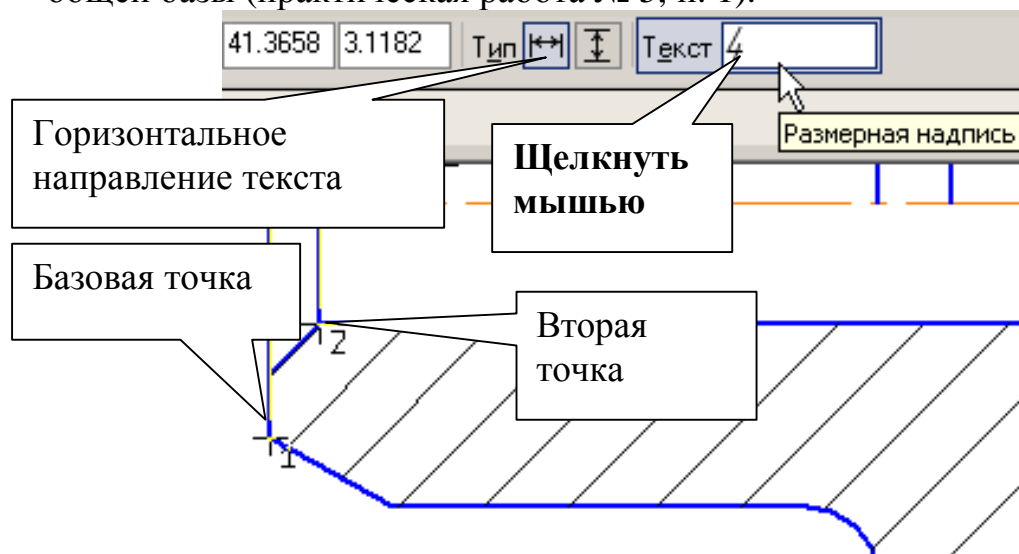
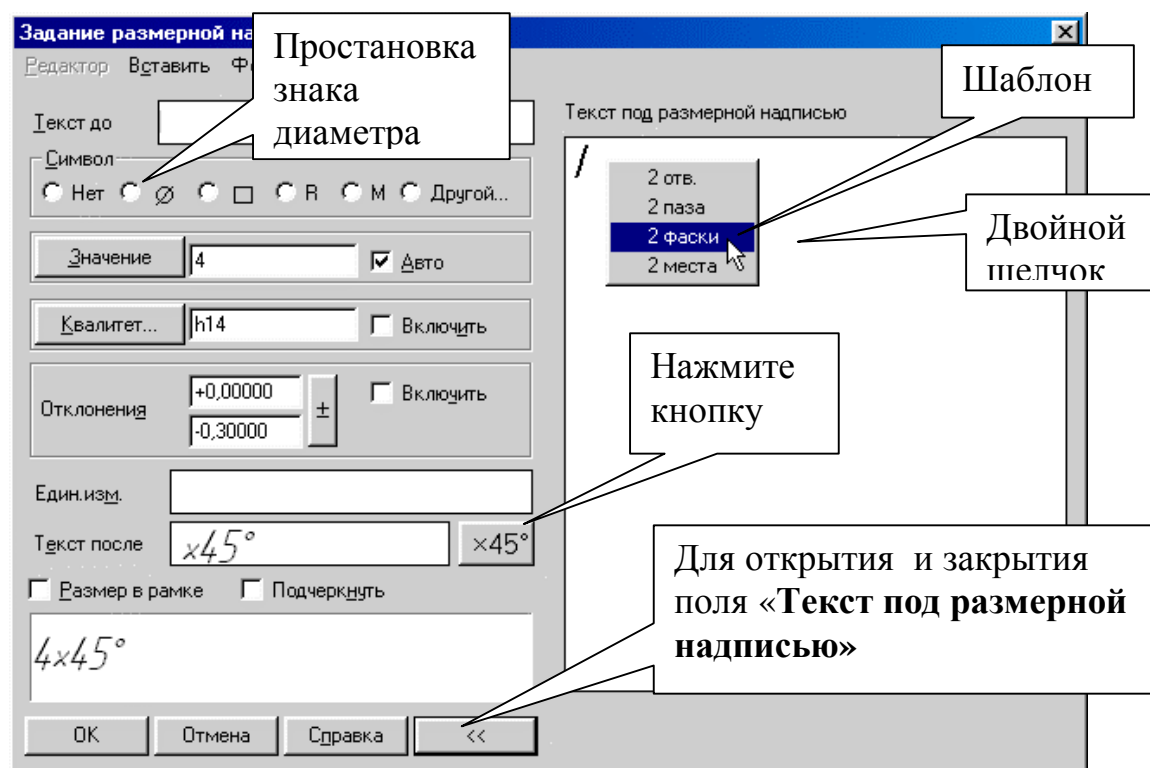
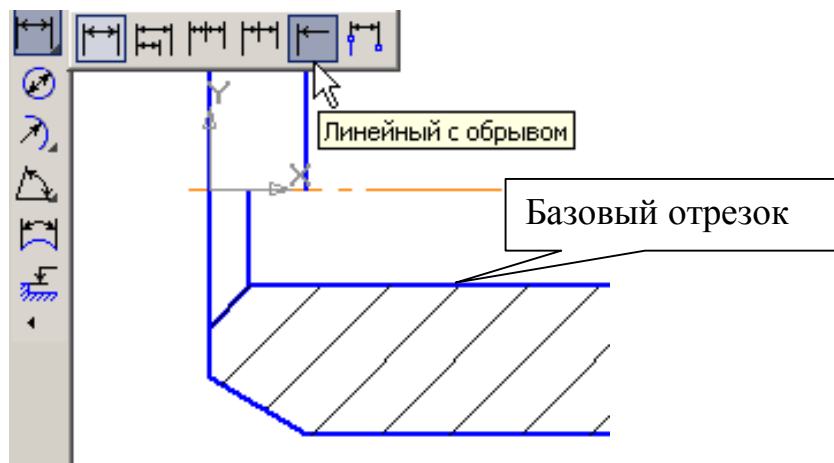
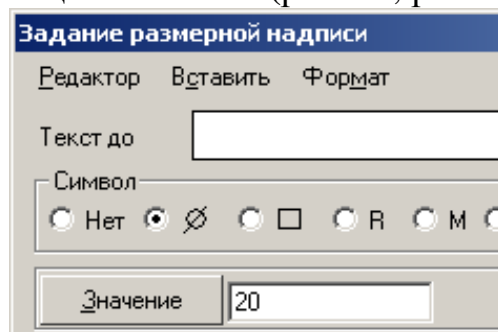

Рис. 77
Рис. 78
Рис. 82
Рис. 83
Для простановки данных размеров укажите точку общей базы (рис. 77), затем вторую точку, покажите направление простановки размера (горизонтальное), рис. 77. В поле текста размерной надписи система автоматически показала размер «4». Щелкните левой кнопкой мыши в поле текста размерной надписи (рис. 77), откроется окно, рис. 78. Нажмите кнопку [ $x45^\circ$ ] для оформления надписи « $4 \times 45^\circ$ », затем кнопку [OK]. Зафиксируйте положение размерной линии щелчком левой кнопки мыши и укажите следующие (вторые) точки, определяющие размеры «50» и «100», рис. 79.
- Проставьте размеры: «10», «16», «6», «6×45°» (2 фаски). Для этого выберите команду **Линейный размер** . Для простановки размера «6×45°» (2 фаски) укажите первую и вторую точки, определяющие размер катета, в поле текста размерной надписи система автоматически покажет размер «6». Щелкните левой кнопкой мыши в поле текста размерной надписи (рис. 77), откроется окно, рис. 78. Нажмите кнопку **[x45°]** для оформления надписи «6x45°». Для выполнения надписи «2 фаски» (текст под размерной надписью) откройте поле, предназначенное для выполнения текста под размерной надписью. Для этого нажмите на кнопку **[>]** и в открывшемся поле выполните двойной щелчок левой кнопкой мыши. Появятся шаблоны. Выберите из них необходимый шаблон: «2 фаски», щелкните на нем левой кнопкой мыши, затем кнопку **[OK]**. Зафиксируйте положение размерной линии щелчком левой кнопки мыши. Проставьте размеры «10», «6» самостоятельно. Для простановки
- Проставьте размеры: « $\varnothing 90$ », « $\varnothing 50$ » командой **Линейный размер** . После указания первой и второй точек привязки размера щелчком левой кнопки мыши в поле текста **Текст надписи** (рис. 77), откройте окно, рис. 78, проставьте символ знака диаметра. Для простановки диаметра «50» в строке параметров нажмите кнопку **Параметры**, и установите **Ручное** размещение текста для расположения размеров в шахматном порядке (рис. 48, рис. 49). Для простановки размера  $\varnothing 20$  воспользуйтесь командой **Линейный с обрывом**, рис. 82. На запрос системы *Укажите базовый отрезок для простановки размера с обрывом* укажите отрезок прямой, определяющий в разрезе цилиндрическое отверстие диаметром 20 мм, рис. 82.
Активизируйте **Текст надписи**, рис. 77, проставьте символ знака диаметра и вручную введите надпись «20», рис. 83. Сделайте активными **Параметры** и выберите **Ручное размещение текста** (рис. 48, рис. 49).